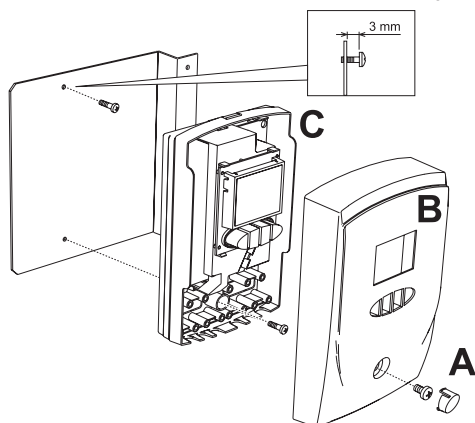

fig. 62 -
1. Togliere il tappo "A" e svitare la vite a croce sottostante "fig. 62 -".
2. Estrarre la mascherina "B" dalla base "C" "fig. 62 -".
3. Installare sulla staffa la centralina "fig. 62 -".